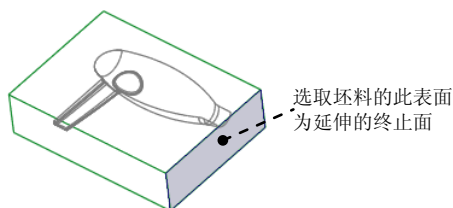

图 8.14 选取延伸的终止面
① 在操控板中按下按钮  (延伸类型为至平面)。
② 在系统  选择曲面延伸所至的平面。的提示下, 选取图 8.14 所示的坯料的表面为延伸的终止面。